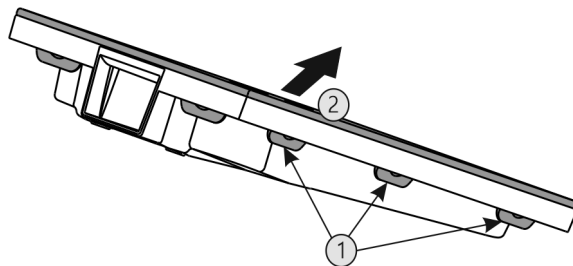

Fig. 52
- Stlačte za sebou všechny západky Fig. 52 (1) a sejměte kryt Fig. 52 (2).